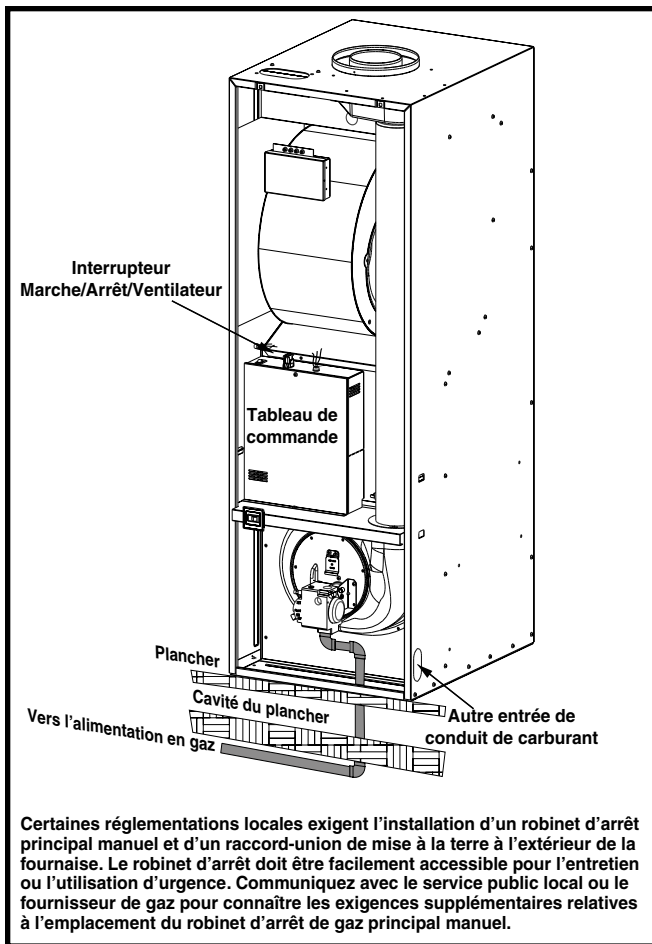
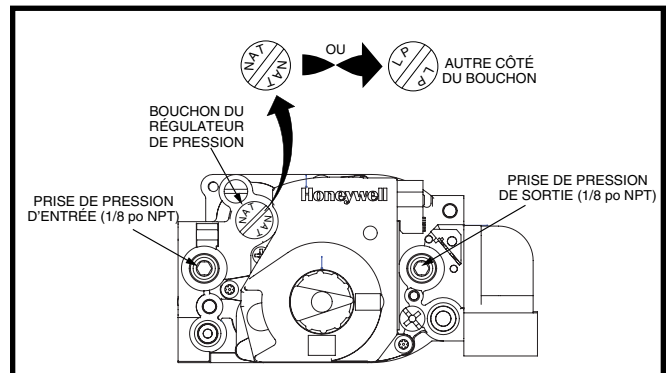

Figure 26. Tuyauterie typique de gaz
Figure 27. Robinet de gaz Honeywell
Cette fournaise peut être installée avec une entrée de gaz sur la gauche, la droite ou le dessous. Au moment de raccorder l'alimentation en gaz, prévoyez un dégagement entre la conduite d'alimentation de gaz et le trou d'entrée dans le boîtier de la fournaise pour éviter les bruits non désirés ou les dommages à la fournaise. Le branchement typique du gaz pour cette fournaise est montré à la Figure 26 \(page 15\).
- Certaines réglementations locales exigent l'installation d'un robinet d'arrêt principal manuel et d'un raccord-union de mise à la terre à l'extérieur de la fournaise. Consultez la Figure 26. Le robinet d'arrêt doit être facilement accessible pour l'entretien ou l'utilisation d'urgence. Communiquez avec le service public local ou le fournisseur de gaz pour connaître les exigences supplémentaires relatives à l'emplacement du robinet d'arrêt de gaz principal manuel.
- Les installations de conduits de carburant autres que les installations typiques montrées dans la Figure 26 et la Figure 27 doivent respecter les dispositions relatives aux conduits de carburant de la Norme fédérale de construction et de sécurité des maisons préfabriquées (H.U.D. Titre 24, Partie 3280) et le National Fuel Gas Code (ANSI-Z223.1/NFPA-54).
- Un bouchon de 1/8 po NPT pour connexion de jauge est présent sur le robinet de gaz. Consultez la Figure 27 pour les emplacements.
Cette fournaise peut être convertie du gaz naturel, réglé en usine, au gaz de pétrole liquide. La conversion de cette soupape requiert le remplacement des orifice du et le réglage du bouchon du régulateur sur le côté marqué LP (GPL). Les orifice requis pour la conversion est fournis avec la fournaise. Voyez la Figure 27.
6. Dévissez le bouchon du régulateur de pression et cherchez les lettres NAT ou LP. Consultez la Figure 27 \(page 15\).
1. Retirez le bouchon de pression d'entrée du côté ENTRÉE du robinet de gaz avec une clé Allen 3/16. Consultez la Figure 27 \(page 15\).
1. Retirez le bouchon de pression d'admission du côté sortie du robinet de gaz avec une clé Allen 3/16. Voyez la Figure 27 \(page 15\).
6. Remplacez le bouchon afin que les lettres qui figurent sur le dessus correspondent au type de gaz utilisé par la fournaise. Consultez la Figure 27 \(page 15\).